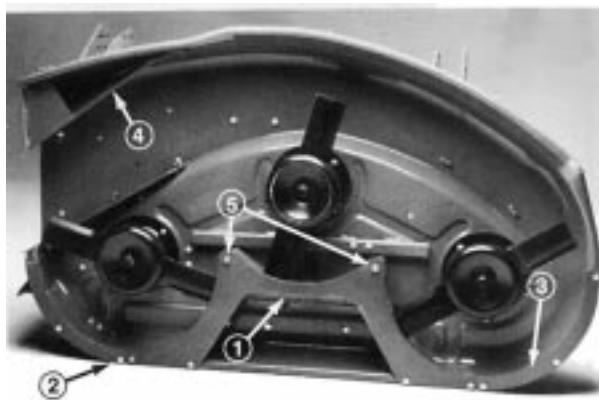

Abbildung 8
10. Das mittlere Rundblech an den Deckbossen positionieren und mit (2) 1/4 x 3/4" (19 mm)-Schneidschrauben und 1/4" (6 mm)-Unterlegscheiben befestigen (Abb. 8).
11. Das mittlere Rundblech als Schablone verwenden und (4) Bohrungen mit 9/32" (7 mm) Durchmesser markieren und durch die Mitte der gebogenen Kante des Mäherdecks bohren (Abb. 8).
12. Das mittlere Rundblech mit (4) 1/4 x 3/4" (19 mm)-Kopfschrauben und 1/4"-Muttern am Mäherdeck befestigen.
13. Das rechte Rundblech mit (2) 5/16 x 5/8" (16 mm)-Schloßschrauben und 5/16"-Sicherungsmuttern lose am hinteren Ablenkblech anbringen (Abb. 8).
14. Das rechte Rundblech auf das Ende des mittleren Ablenkblechs und die Kante des Mäherdecks ausrichten. (2) Löcher mit 9/32" (7 mm) Durchmesser markieren und durch die gebogene Kante des Mäherdecks ausbohren (Abb. 8).
15. Das rechte Ablenkblech mit (2) 1/4 x 3/4" (19 mm)-Kopfschrauben und Muttern am Mäherdeck befestigen. Die Schloßschraube entfernen, mit der das rechte Ablenkblech an der Ablenkblech-Montagebohrung befestigt ist. Alle vorher angebrachten Befestigungsteile festziehen.
16. Das linke Rundblech auf das Ende des mittleren Ablenkblechs und die Kante des Mäherdecks ausrichten. (3) Löcher mit 9/32 in. (7 mm) Durchmesser markieren und durch die Mitte der gebogenen Kante des Mäherdecks ausbohren. Mit (3) 1/4 x 3/4 (19 mm)-Kopfschrauben und Muttern befestigen (Abb. 8).